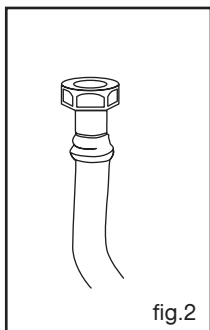

fig.2
- or using a rigid pipe (copper pipe) (**fig. 2**).
- or using a rigid pipe (copper pipe)(**fig. 2**).